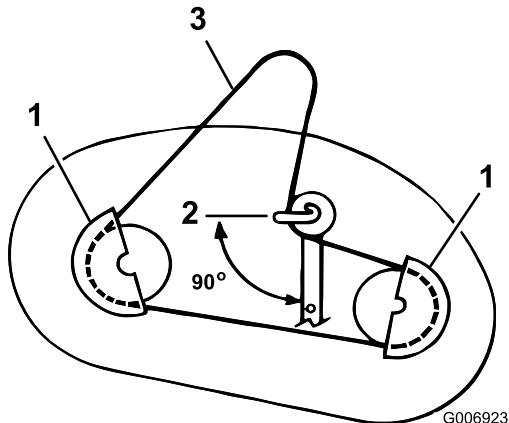

Figure 32
2. Enlevez les vis de fixation des cache-poulie d' entraînement des lames et déposez les poulies (Figure 32).
3. Desserrez sans les enlevez le boulon et l'écrou de fixation du galet tendeur et de son guide-courroie (Figure 32).
2. Positionnez le guide-courroie de la poulie de tension de sorte qu'il soit dirigé vers la gauche, 90° par rapport au bras de tension (Figure 32).
4. Posez les cache-poulie gauche et droit à l'aide de leurs vis de fixation (Figure 32).